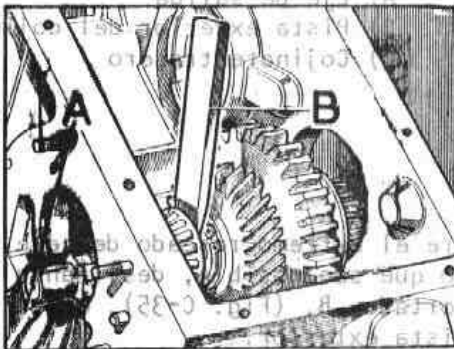

Fig. C-37 Desmontaje del cojinete delantero
- 1.7. Usando una barra de hierro dulce adecuada, con extremo de cincel, B (Fig. C-37), entre la parte posterior del cojinete y el anillo-afiador del piñón de "Alta" y golpearlo suavemente hasta separar el cojinete delantero del eje de salida.